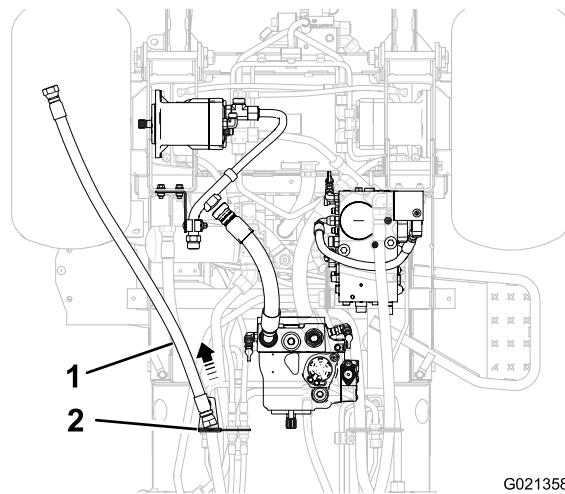

Figure 3
6. Tirez le flexible de traction arrière hors du support de flexible, et déposez le flexible de la machine (Figure 3).